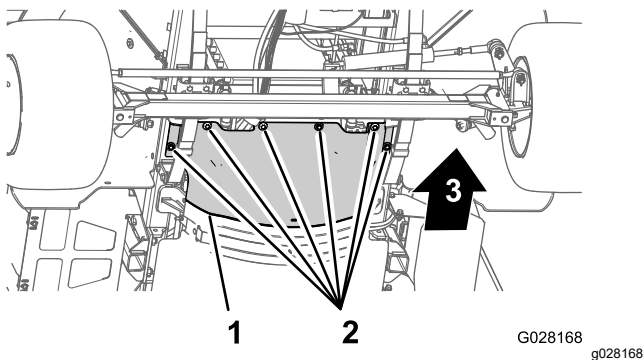

Figure 65
3. Retirez les 6 boulons à tête hexagonale et les 6 rondelles qui fixent l'écran pare-chaueur au châssis et déposez l'écran (Figure 65).